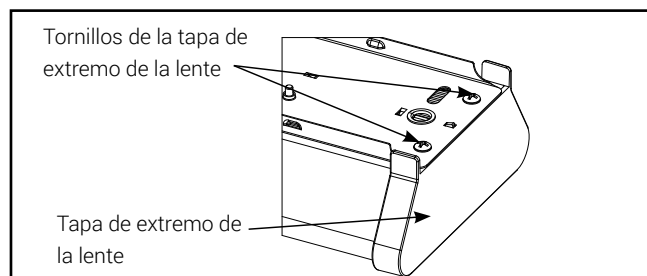

Figura 3.
3. Retire la placa final de remate de la lente solo de un extremo de la cubierta (Figura 3).